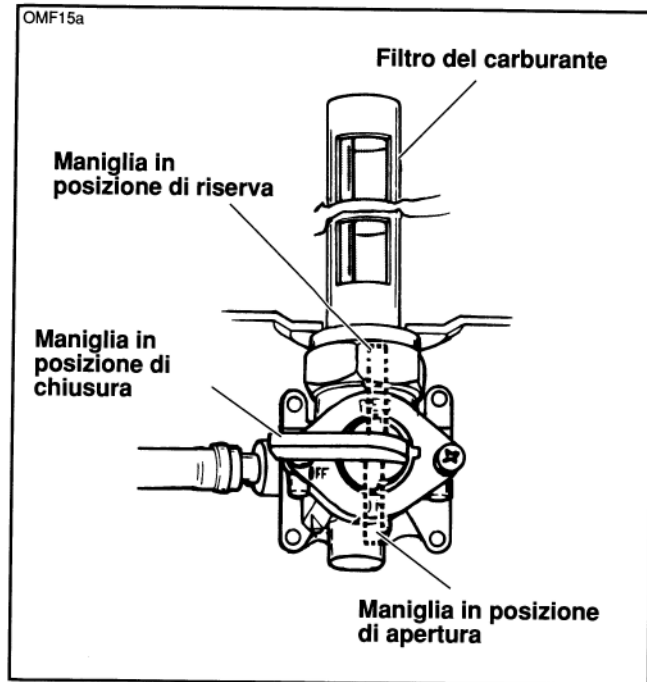

Figura 15. Rubinetto carburante
Vedere la figura 15. Il rubinetto carburante è situato sotto il serbatoio del carburante. L'alimentazione di carburante verso il carburatore viene bloccata quando la maniglia è in posizione orizzontale oppure il motore è spento (OFF). Ruotando la maniglia verso il basso in posizione verticale, si attiva (ON) l'alimentazione di carburante; ruotando la maniglia verso l'alto in posizione verticale, si attiva (ON) l'alimentazione di riserva. Il rubinetto viene attivato a pressione, si apre e si chiude quando il motore viene acceso (ON) e spento (OFF).